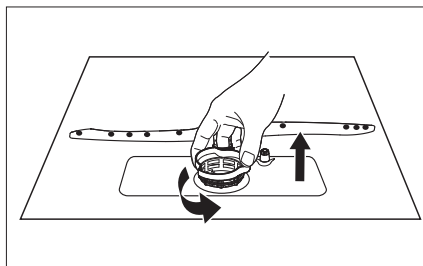

Abb. 19
- Drehen Sie den Grobfilter (a) gegen den Uhrzeigersinn und ziehen Sie aus dem Hauptfilter heraus (siehe **Abb. 19**).